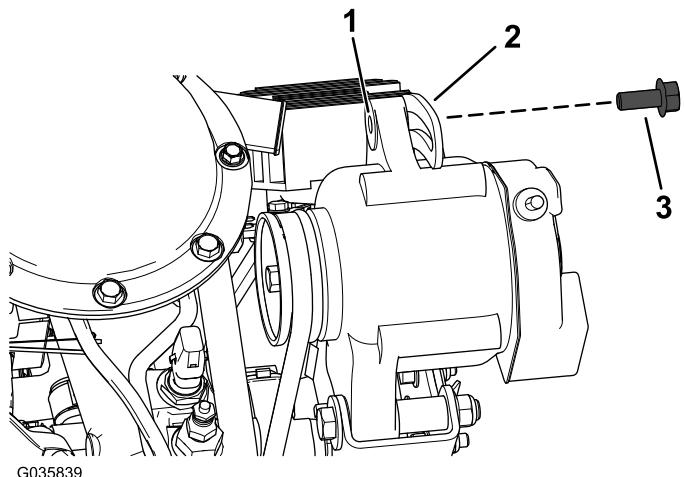

図 13
5. オルタネータブラケットのスロットとオルタネータの穴に、六角ヘッドフランジねじM8 x 20mmを仮止めする図 13。